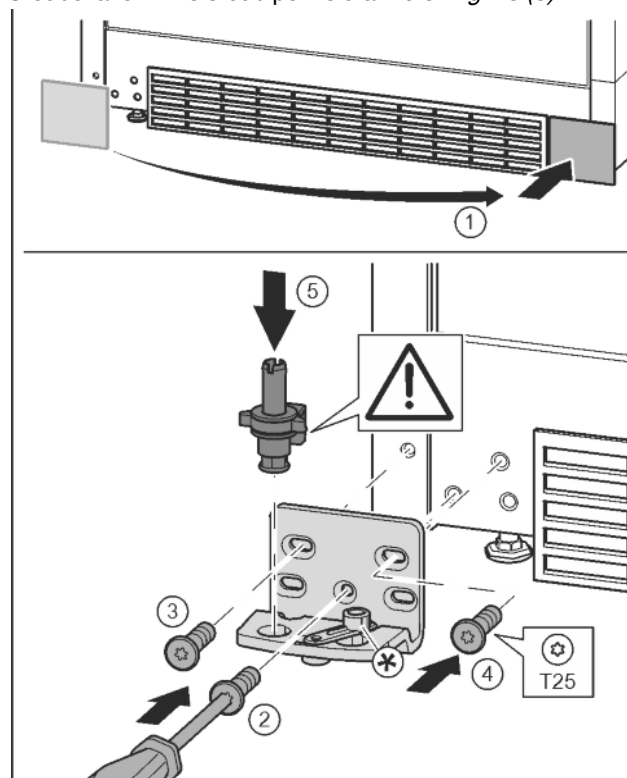

Fig. 14
- Sejměte kryt a připevněte jej na druhé straně. Fig. 14 (1)
- Nasadíte stojan ložiska na druhé straně a přišroubujte pomocí šroubováku T25. Začněte šroubem 2 dole uprostřed. Fig. 14 (2)
- Pevně utáhněte šroub 3 a 4. Fig. 14 (3, 4)
- Zcela vložte ložiskový čep. Přitom dávejte pozor, aby zajišťovací vačka směřovala dozadu. Fig. 14 (5)